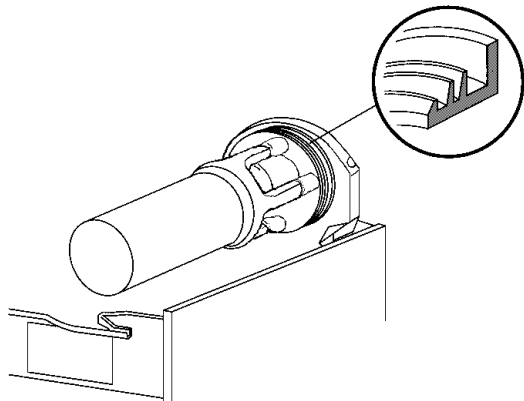

figure 11
**4** Remonter le joint d'étanchéité du réservoir dans son siège. Remarque: Le bord ayant le diamètre le plus large doit être appuyé contre la paroi postérieure (voir figure 11).